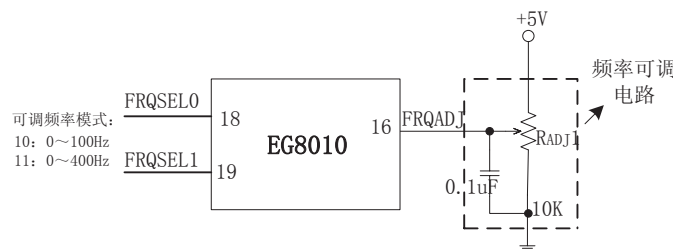

图 8.6a EG8010 频率调节电路
EG8010 频率模式分为固定频率模式和可调频率模式, 可调频率模式下 EG8010 仅采用了单极性调制方式, 即可调频率模式下需将引脚(20)MODSEL 接低电平。频率模式通过引脚 FRQSEL1, FRQSEL0 设定, 固定频率模式为 “00” 是输出 50Hz 频率, “01” 是输出 60Hz 频率, 固定频率模式下 FRQADJ 功能无效, 工作在双极性调制模式下引脚 (16) 将作为  $V_{FB2}$  电压反馈电路; 可调频率模式为 “10” 是输出频率范围 0~100Hz 可调, “11” 是输出频率范围 0~400Hz 可调, 可调频率由 FRQADJ 引脚调节电路如图 8.6a, FRQADJ 引脚的输入电压从 0~5V 变化, 对应的基波输出频率从 0~100Hz 或 0~400Hz 变化, 此功能结合 VVVF 引脚可以应用在单相变频器系统。